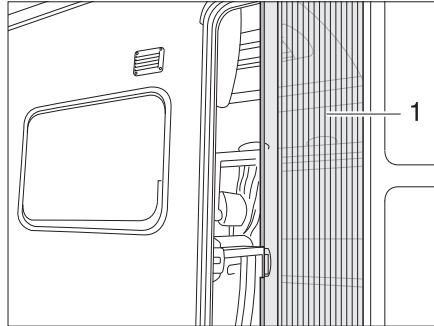

Fig. 23 Protección contra insectos
- Extraer la protección contra insectos (Fig. 23,1) por el listón completamente.
- Regresar la protección contra insectos (Fig. 23,1) por el listón a su posición inicial.